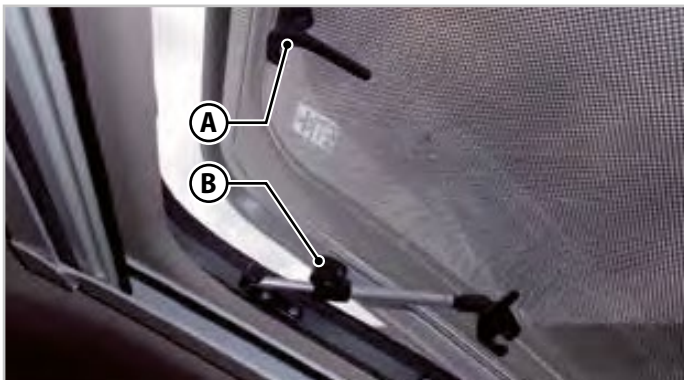

Abb.6.9 - Panorama-Dachluke
1. Die Hebel (**A** - Abb.6.9) in die vertikale Position drehen.
3. Die Dachluke durch Festschrauben der Verriegelungen (**B** - Abb.6.9) auf den Teleskopstreben blockieren.
1. Die Verriegelungen der Teleskopstreben (**B** - Abb.6.9) lösen.
3. Alle Hebel (**A** - Abb.6.9) einhaken.